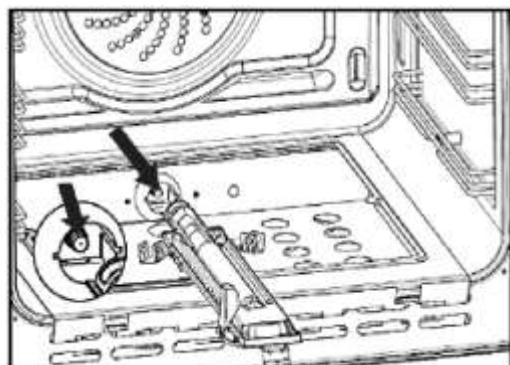

Рис. 11
- Используя 7мм натяжное устройство, снимите болты форсунки (указано стрелкой на (Рис. 11) и выберите из "Таблицы Выбора Форсунок" новую форсунку и замените.